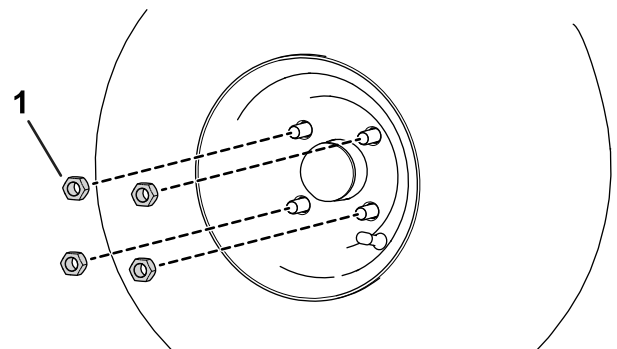

Рисунок 1
1. Снимите 4 зажимные гайки (Рисунок 1), крепящие колесо к ступице колеса в сборе.